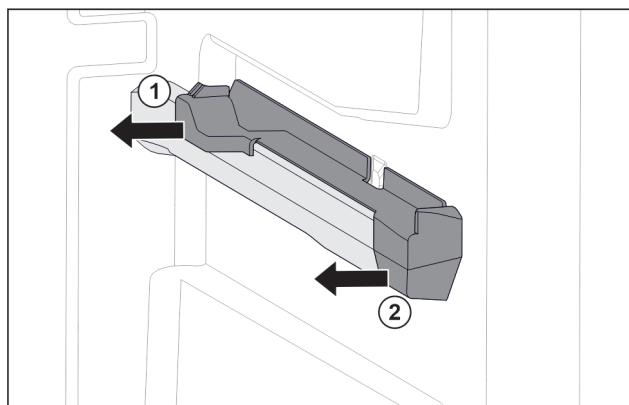

Fig. 118 Oikeanpuoleisen kannattimen kiinnitysosa
- Vedä kiinnitysosa takaa sivuun. Fig. 118 (1)
- ▶ Vedä kiinnitysosa edestä sivuun. Fig. 118 (2)